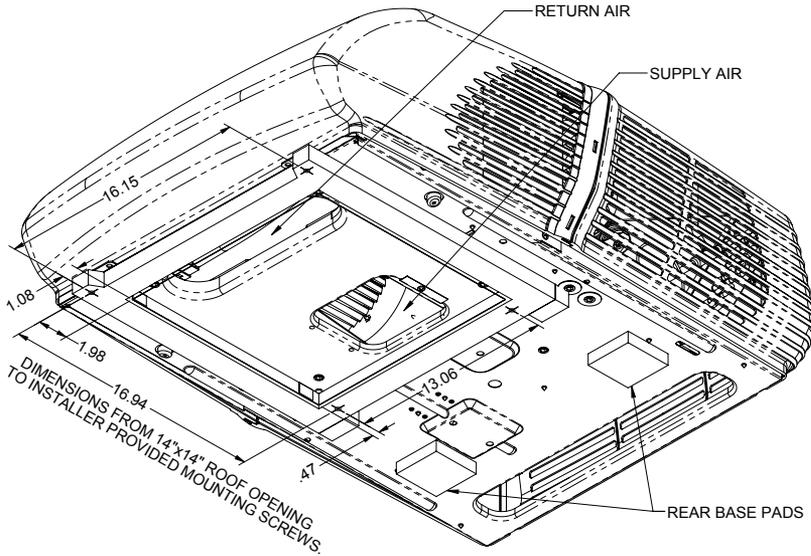

FIGURE 5
4. À l'aide de 4 vis de fixation et les rondelles d'étanchéité, exécutez les vis à travers les trous de la bride 2 de cloison, 2 avant des supports de montage et dans le toit du véhicule. Serrer les vis à l'arrière jusqu'à ce que la surface du toit de contact de plaquettes arrière de base de base (en supposant une surface de toit plat. Les grands toits de rayon peuvent nécessiter des joints de soutien supplémentaires fournis par l'OEM.) Serrer les vis avant jusqu'à ce que le joint de l'unité a été uniformément comprimé. Faites attention de ne pas filtrer les vis. Voir Figure 5 et 6.